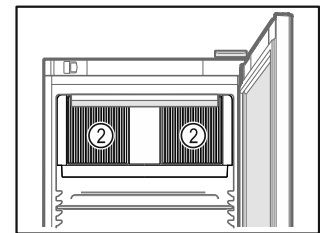

Fig. 40
- Дръжте вентилационните отвори Fig. 40 (2) на циркуляционния вентилатор във вътрешността свободни.